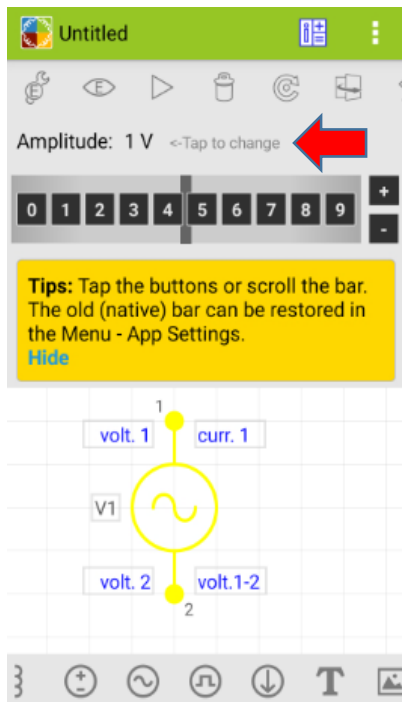
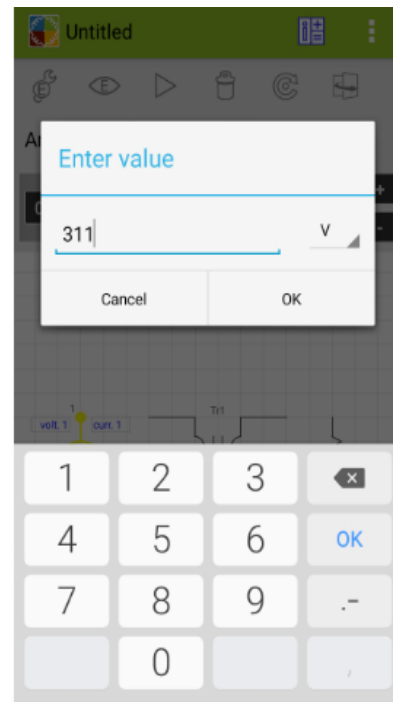

Figura 2.8
Figura 2.9
2.8 – Em seguida, tocar em “TAP TO CHANGE” (**Figura 2.8**) e digitar **311**, sendo este o valor de tensão aproximado de pico para que se tenha uma tensão eficaz de 220 V (tensão de pico = $\sqrt{2}$ x tensão eficaz) (**Figura 2.9**).